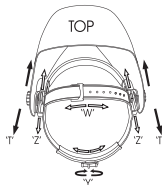

Fig.5
- **Ajustement du masque.** On peut augmenter ou réduire la circonférence du serre-tête en tournant le bouton se trouvant à l'arrière du serre-tête (voir réglage « Y » dans figure 5). Ce réglage peut se faire de l'extérieur sans enlever le masque. Réglez la tension de sorte à ce que le masque ne soit pas trop serré sur la tête.
- La hauteur optimale du serre-tête peut être individuellement réglée à l'aide de la bande transversale. Desserrez la bande transversale en modifiant la position de l'ergot sur le serre-tête. Suivant le besoin, déplacez les deux extrémités pour élargir ou rétrécir et introduisez l'ergot dans le trou suivant (voir réglage « W » sur figure 5).
- 1er étape:** Pour le réglage de l'espace entre le masque et votre visage, le masque doit être mis en position rabaisée. Dévissez l'écrou de serrage (voir « T » sur figure 5).
- 2ème étape:** Desserrez ensuite les écrous de serrage se trouvant des deux côtés de masque et rapprochez ou éloignez le masque du visage (voir réglage « Z » sur figure 5). Il est important que les deux yeux de l'utilisateur se trouvent à la même distance de l'écran de garde. Sinon, l'effet d'obscurcissement semblera irrégulier.